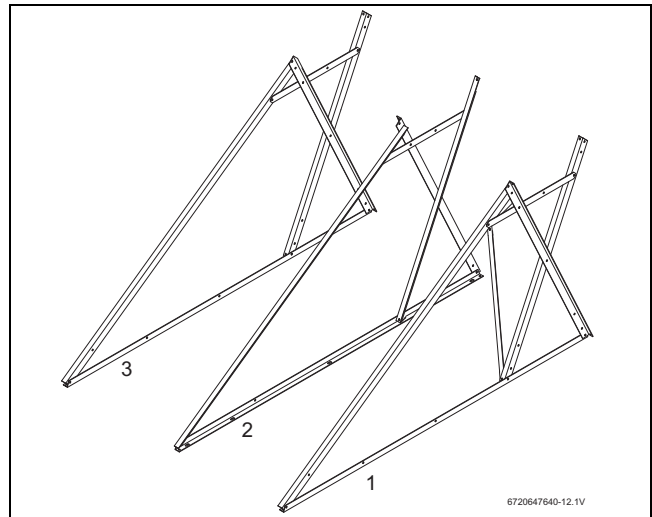

Fig. 21 Montar otros triángulos laterales
- el triángulo del medio (Fig. 21, [2]) de forma simétrica al primero [1],
- el triángulo izquierdo (Fig. 21, [3]) como el primer triángulo lateral [1].